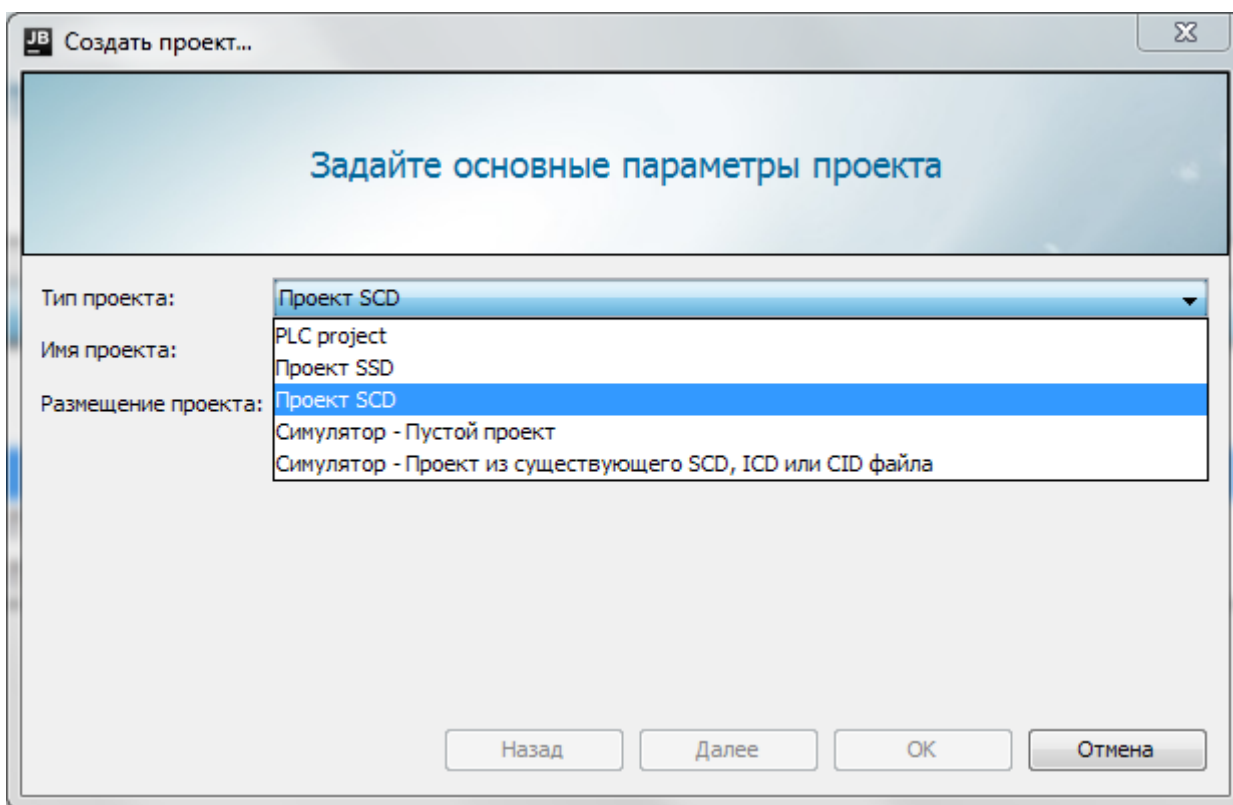
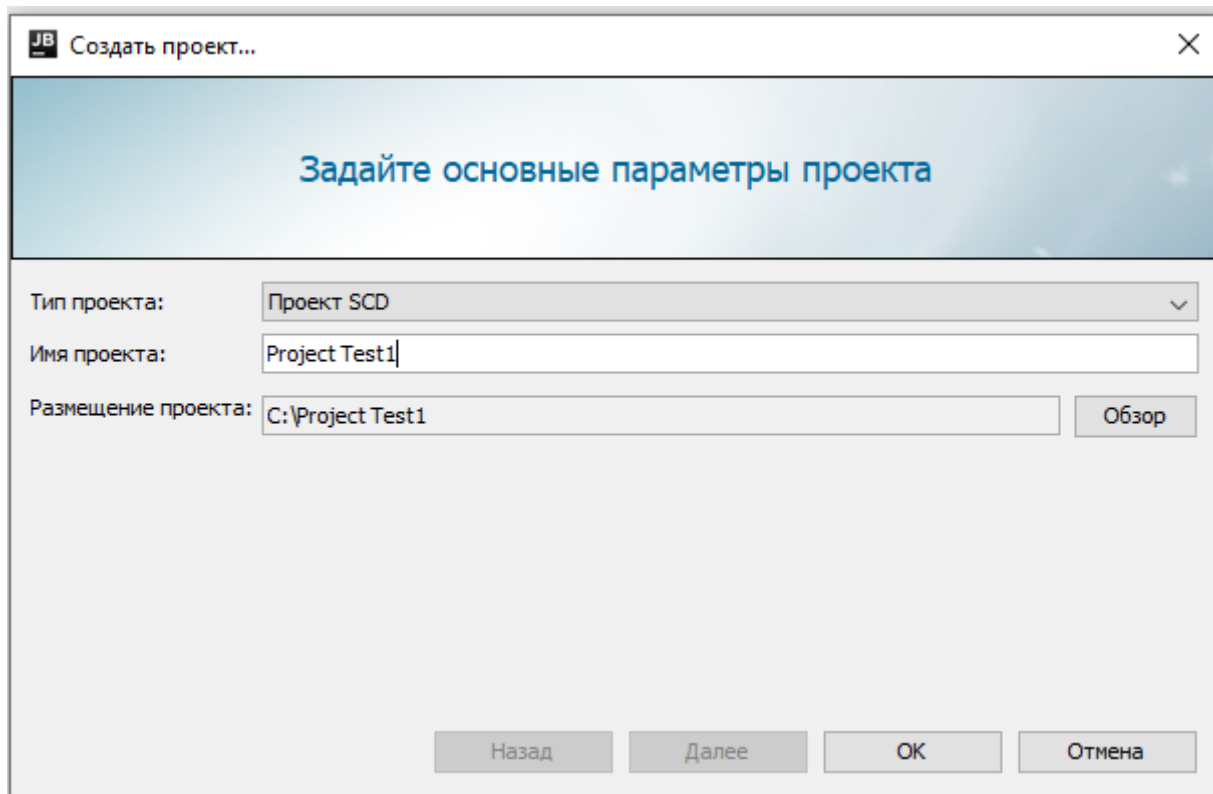

Рисунок 18 – Выбор типа проекта
Рисунок 19 – Ввод имени проекта и выбор места расположения проекта на жестком диске
2. В открывшемся окне необходимо выбрать тип проекта – **Проект SCD** (Рисунок 18), ввести имя проекта, а так же выбрать расположение папки проекта на жёстком диске, нажав кнопку «Обзор...» (Рисунок 19).
3. Нажать кнопку «OK» (Рисунок 19).